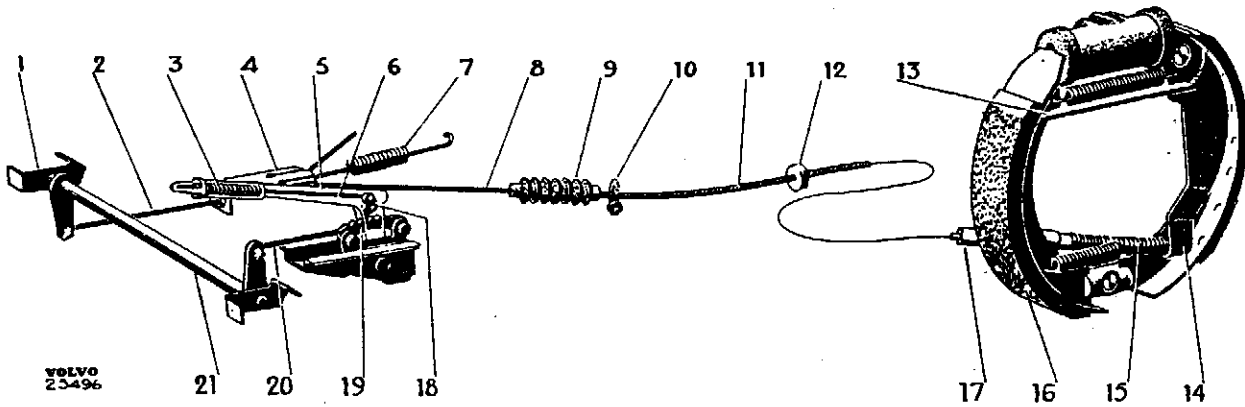

Abb. 13 Handbremssystem
Die Ausführung der Handbremse geht aus der Abb. 13 hervor. Beim Modell P 120 ist jedoch der Handbremshebel direkt an der Welle (21) befestigt. Der Handbremshebel (5) ist am Boden an der Außenseite des Fahrersitzes angebracht. Die Bewegung des Handbremshebels wird über eine Zugstange (20), Welle (21) mit Hebel und Zugstange (2) zur Lasche (4) übertragen.